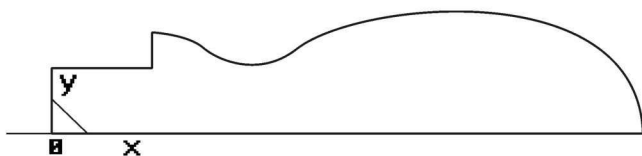

图 2-18
(13) 删除多余曲线, 为形成封闭图形, 增加水平直线, 注意将铅垂线多余部分也删去, 最后图形如图 2-18 所示。